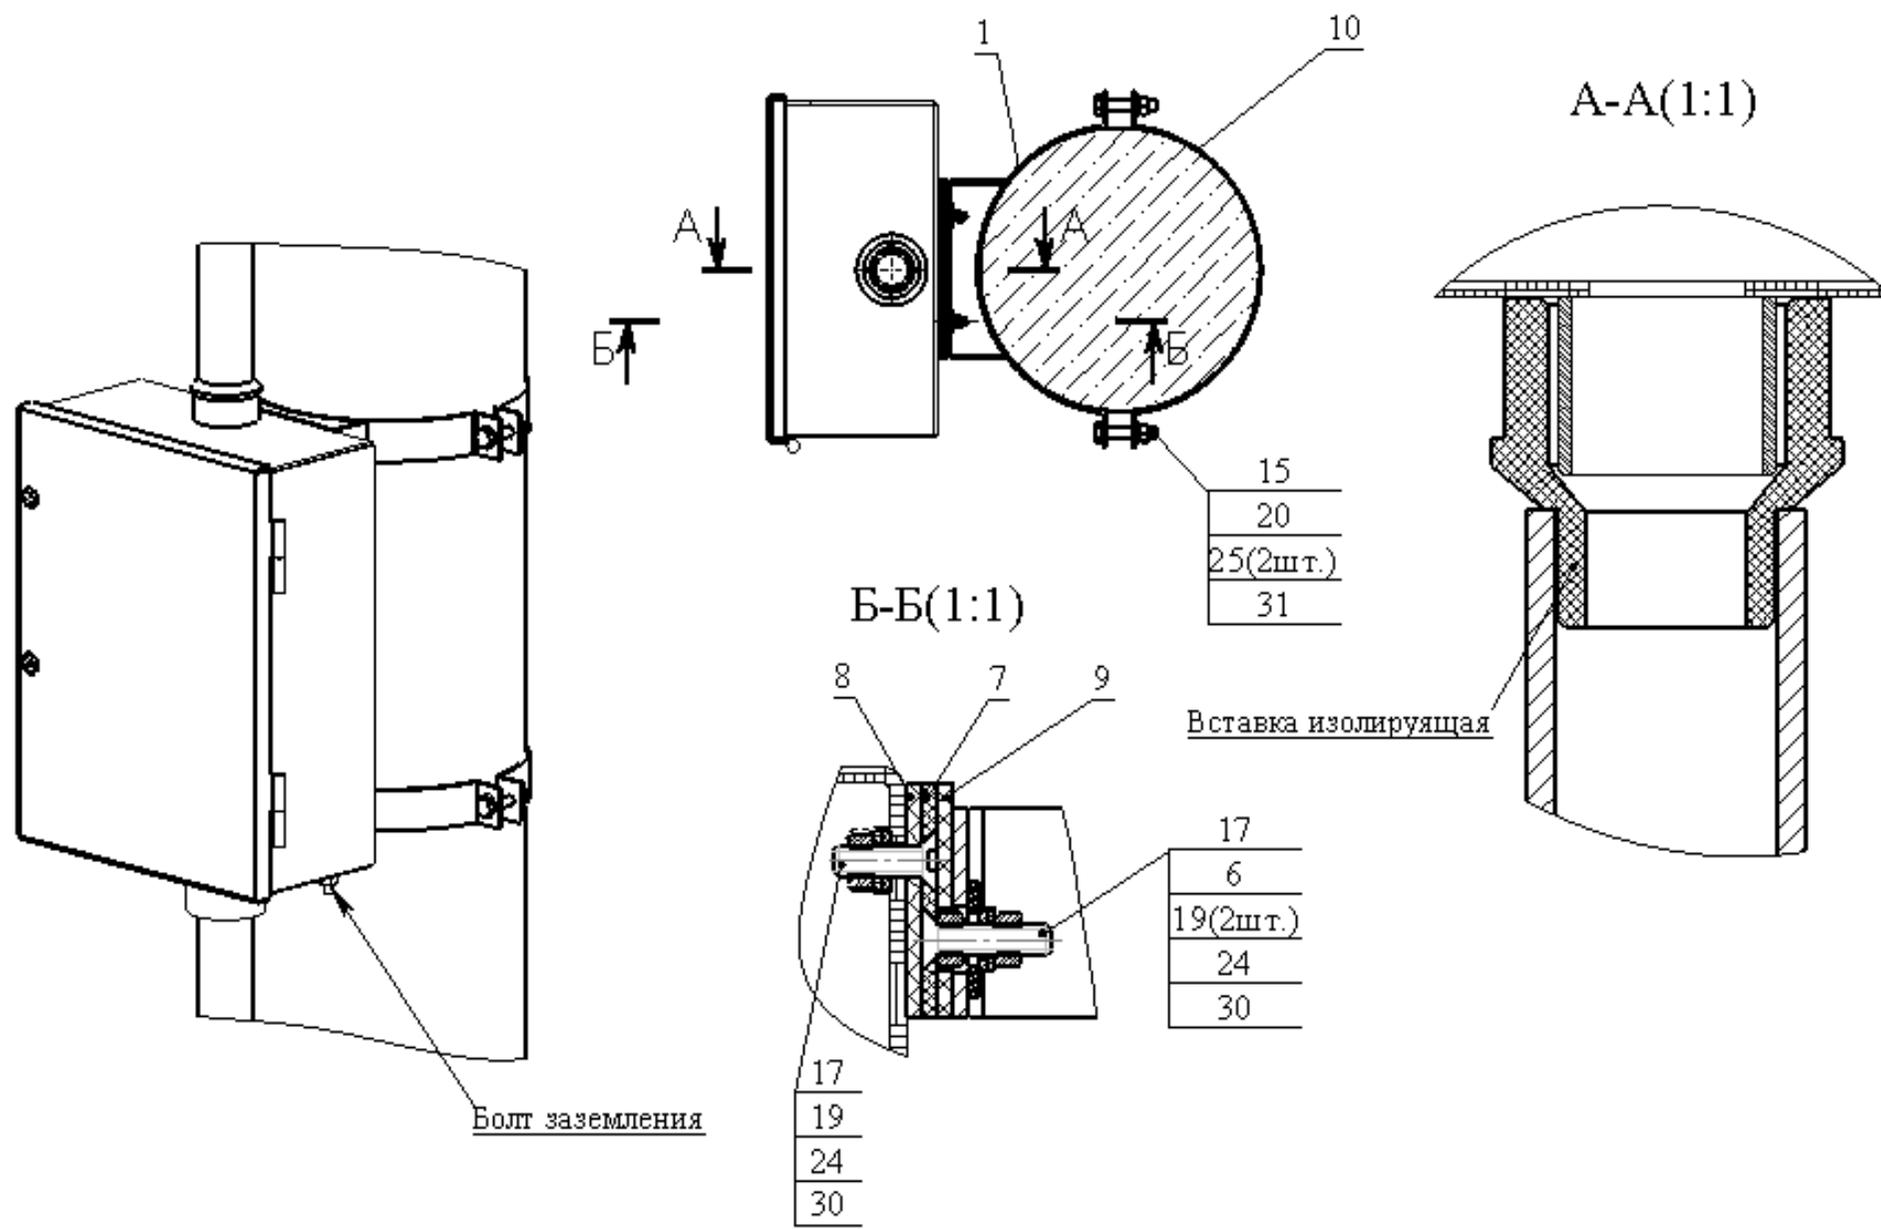

Рисунок 1. Схема установки кабельного ящика на опоре
2.3 Монтаж КЯ-АЗ на опоре производить в соответствии со схемой установки КЯ-АЗ (см. рис. 1). Комплект крепления ящика ЕИУС.646181.001.400 приведен в таблице 1.